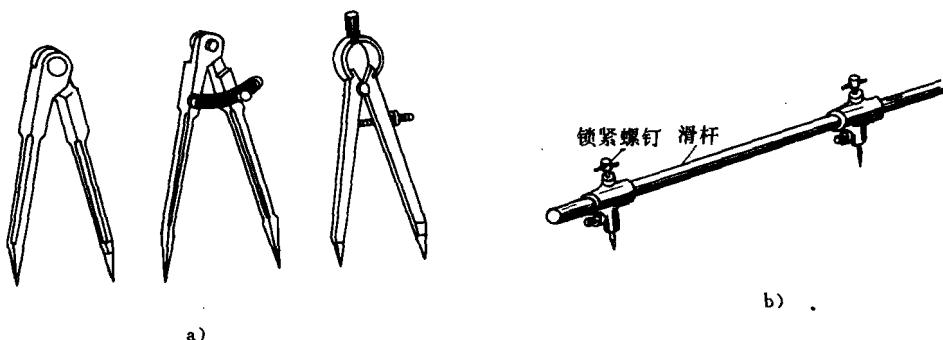

图 2-5 划规
(4) 划规（图2-5） 划规在划线工作中用处很多，可划圆和圆弧、等分线段、等分角度及量取尺寸等。